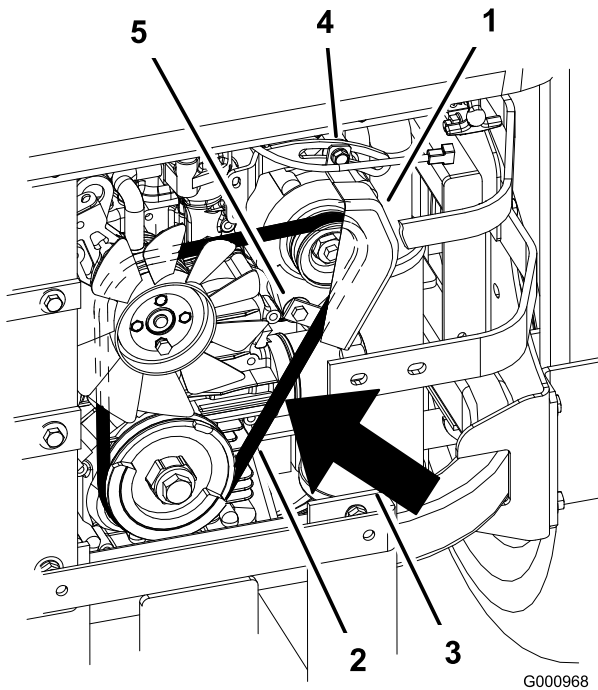

Bild 66
7. Lösen Sie die untere Schraube und nehmen Sie die obere Schraube ab, mit denen die Lichtmaschine und die Abdeckung befestigt sind (Bild 66).
9. Montieren Sie einen neuen Riemen um die Spannscheiben und die Lichtmaschine (Bild 66).
14. Ziehen Sie die untere Schraube fest und setzen Sie die obere Schraube ein, mit denen die Lichtmaschine und die Abdeckung befestigt sind (Bild 66).
2. Stellen Sie die Lichtmaschine nach außen ein, sodass der Riemen zwischen den Motor- und Lichtmaschinenspannscheiben 7 bis 9 mm durchhängt, und Sie eine Kraft von 10 kgf aufbringen (Bild 66).
5. Wenn die Spannung richtig ist, ziehen Sie die untere und obere Schraube fest (Bild 66).